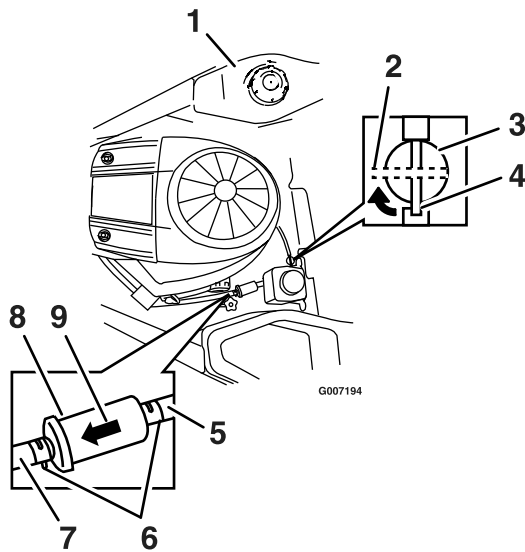

Bild 37
5. Drücken Sie die Enden der Schlauchklemmen zusammen und schieben Sie sie vom Filter weg (Bild 37).
7. Setzen Sie einen neuen Filter ein. Der Pfeil für die Flussrichtung muss vom Kraftstofftank zum Motor zeigen. Schieben Sie die Schlauchklemmen eng an den Filter (Bild 37), um ihn zu befestigen.